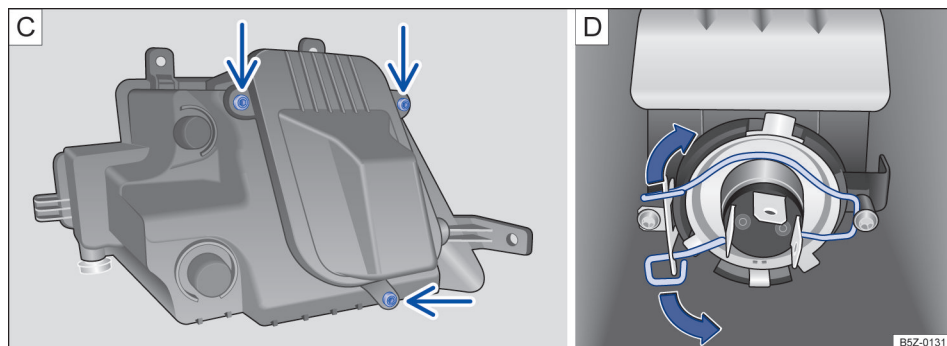

Fig. 145 No para-choque dianteiro: [C] retirar os parafusos da cobertura da lâmpada e [D] lâmpada do farol de neblina.
6. Retirar os parafusos indicados pelas setas → Fig. 145 [C], para acessar a lâmpada do farol de neblina. ▶
8. Comprimir a mola de travamento no sentido da seta → Fig. 145 **D** e deslocá-la para deslizar a lâmpada.